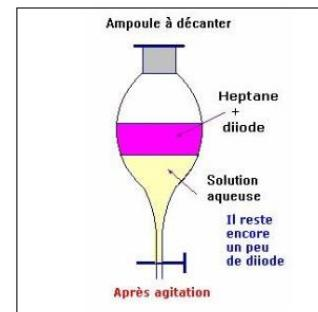

Fig 4
- On observe deux phase (figure 4) :